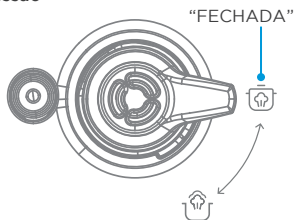

Fig. 5
1. Para cozimento com pressão, durante o funcionamento certifique-se que a válvula esteja na posição “FECHADA” (Fig. 5) para garantir que a panela de pressão esteja devidamente selada.